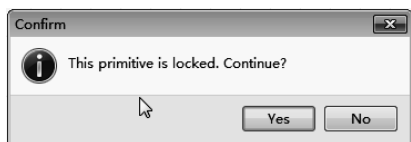

图 4-2-12 Confirm 对话框
⑦ Locked 复选框。在 PolyLine 对话框的右下角有一个 Locked 复选框。如果选中了 Locked 复选框，那么所绘制的直线即被锁定，当用户编辑被锁定的直线时，系统会弹出如图 4-2-12 的 Confirm 对话框提示用户该初始对象已被锁定，是否要继续？如果要继续对已锁定直线进行编辑，则单击【Yes】按钮，反之则单击【No】按钮。